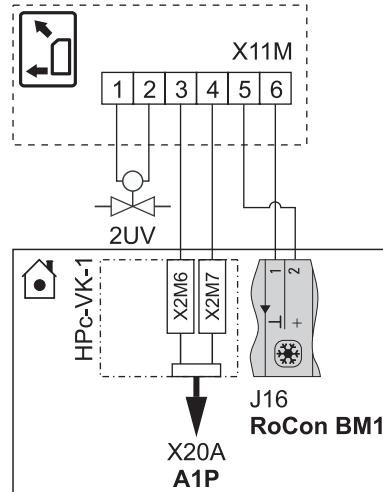

Bild 4-41 Anschluss ROTEX HP convector an ROTEX HPSU compact
- Elektrischer Anschluss des ROTEX HP convectors mit folgendem Zubehör entsprechend Bild 4-41 als Umschaltkontakt (Heizen/Kühlen) am Basismodul.